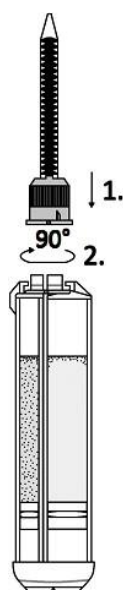

Rys. 3
3. Chwycić strzykawkę mocno wierzchołkiem do góry, obrócić korek o 90° w kierunku przeciwnym do ruchu wskazówek zegara i zdjąć korek kołyszącym ruchem na boki (rys. 3).